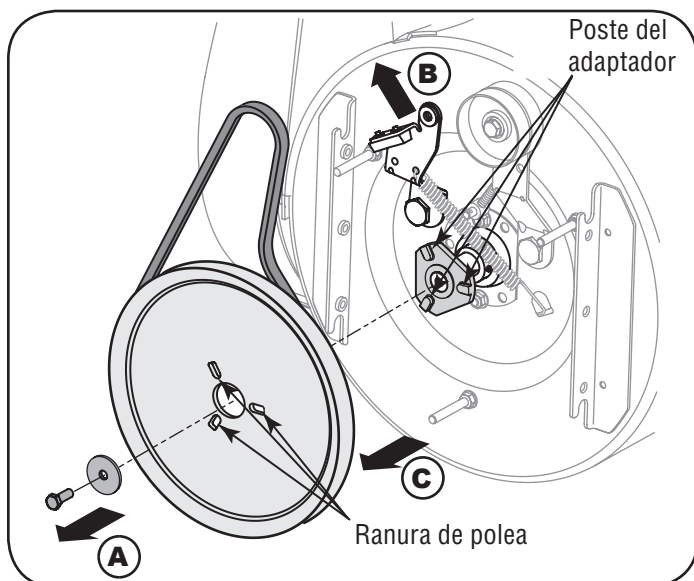

Figura 27
6. Bloquee la aspa con un pedazo de madera para impedirle girar, y con una llave de 1/2", retire el tornillo hexagonal y la arandela plana del centro de la polea sobre la caja de la barrena. Vea la Figura 27.
7. Levante el conjunto del soporte del freno fuera de la ranura de la polea y deslice el conjunto de la polea fuera de los postes del adaptador de la polea de la barrena para retirar la correa vieja. Consulte la Figura 27.
- Gire la polea cuanto sea necesario para alinear sus tres ranuras aproximadamente con los postes del adaptador de la polea, luego mueva el conjunto del soporte del freno lejos del eje de entrada. Cuando alinea las ranuras de la polea y los postes del adaptador, empuje la polea de la barrena totalmente sobre el adaptador. Consulte la Figura 27.
NOTA: Si el adaptador de la polea se retiró con la polea, alinee los canales del adaptador de la polea y el eje de entrada de la barrena y empuje la polea y el adaptador sobre el eje de entrada. Consulte la Figura 27.